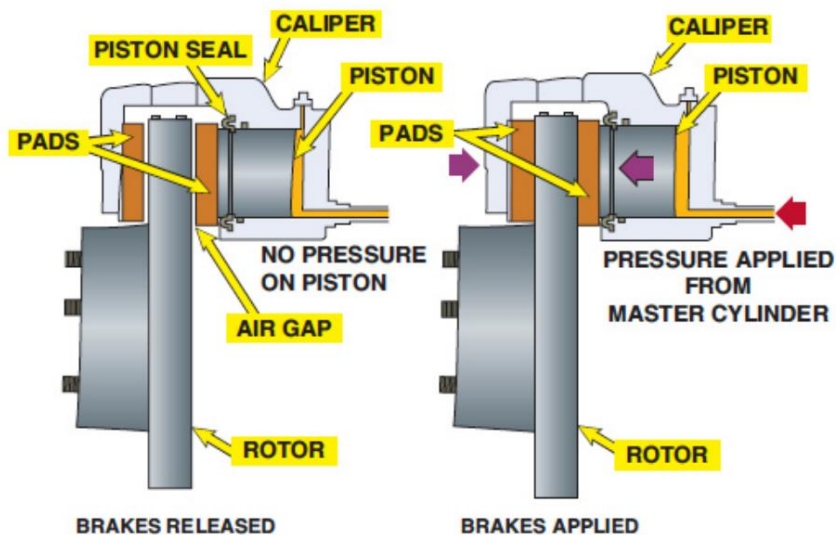

Figura 2. Funcionamiento de la pinza de freno y del rotor.
- La pinza de freno utiliza presión hidráulica para crear la fuerza mecánica necesaria para mover la Pastillas de freno en contacto con el rotor. Figura 2.